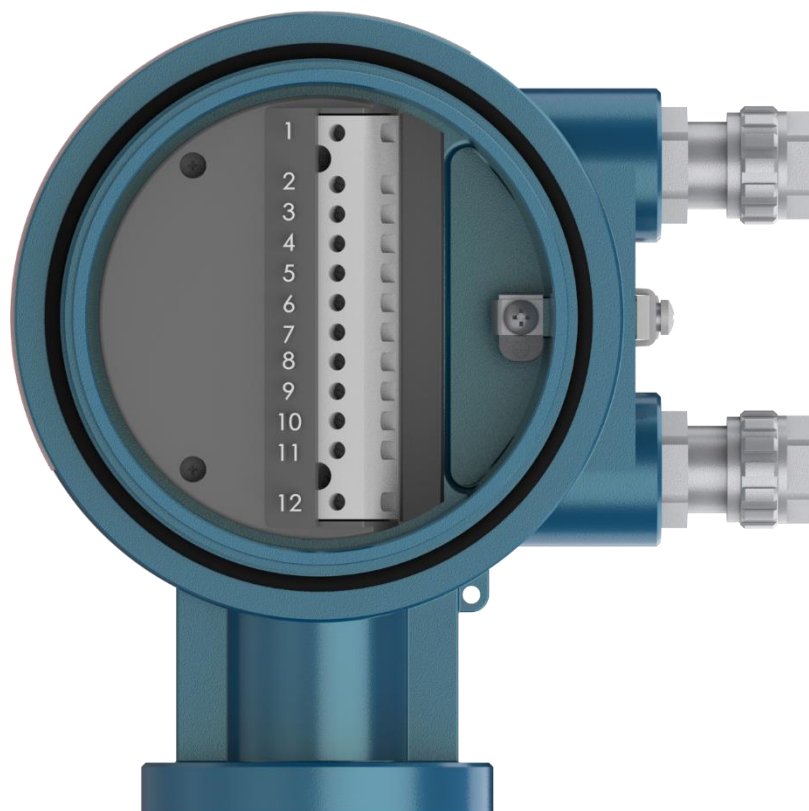

Рисунок 2.4 – Модель ЭП Т001
2) Для модели T001 необходимо открутить заднюю крышку ЭП для доступа к клеммам подключения (см. рисунок 2.4).